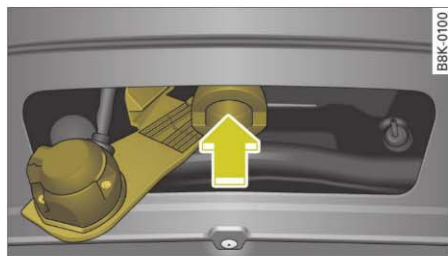

Fig. 204 Priza deschisă
- Verificați locașul de prindere devenit vizibil -săgeata- ⇒ fig. 204, să nu fie murdar și curățați-l dacă este cazul ⇒ ⚠.